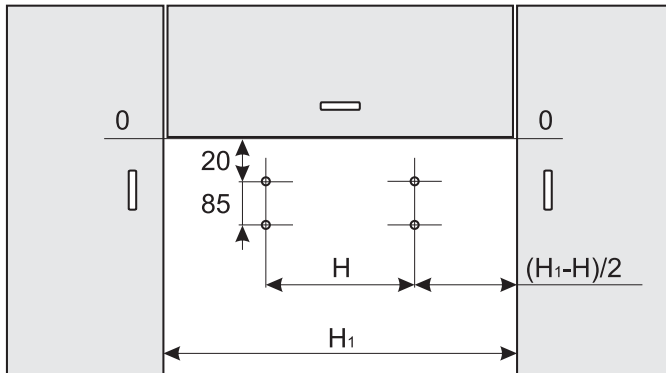

Рис. 4 Разметка отверстий при креплении воздухоочистителя в комплекте кухонной мебели.
6.1.1 С учетом установочной высоты разметить на стене 4 отверстия (рис. 4).
6.2 Крепление воздухоочистителя в комплекте кухонной мебели (рис.4).
Разметить отверстия на стене в соответствии с рис. 4.